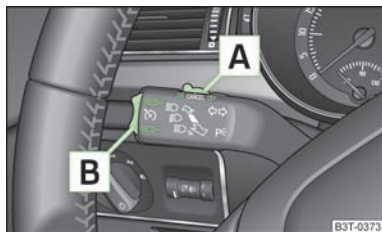

Fig. 124
- Pousser le commutateur **A** > fig. 124 sur la position **ON**.
- Pousser le bouton à bascule **B** > fig. 124 dans la position **RES**.
Le régulateur de vitesse se **désactive temporairement** si vous poussez le commutateur **A** » fig. 124 dans la position **CANCEL** ou enfoncez la pédale de frein ou d'embrayage.
➤ Poussez le commutateur **A** » fig. 124 vers la droite sur la position **OFF**.